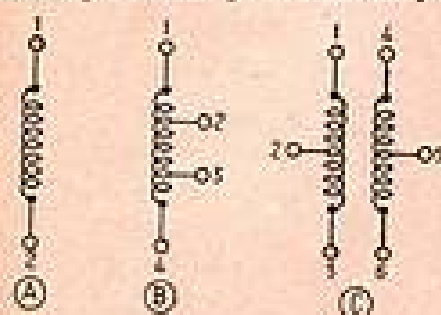

FIG. 1
On peut classer les bobinages, quels qu'ils soient, dans trois catégories : bobines, autotransformateurs et transformateurs (voir fig. 1, A, B, et C).
Le transformateur de la fig. 1 C
a) qu'il n'y a pas de coupure entre une extrémité d'une bobine et les autres points accessibles de la bobine, c'est-à-dire les prises s'il y en a et l'autre extrémité (fig. 1 A et 1 B) ;